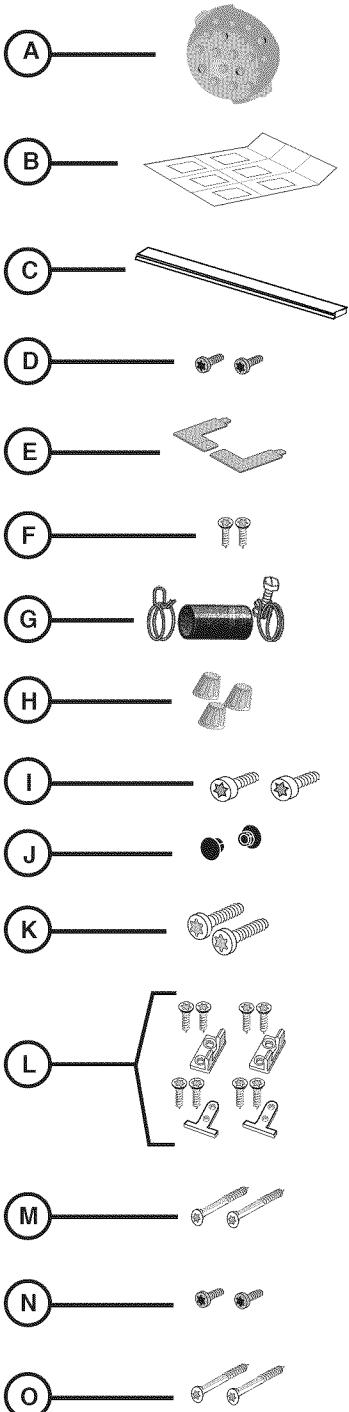

Figure 1/Illus. 1
Accessory Parts for your dishwasher will come in one or more plastic bags. Check to make sure that the parts shown in Figure 1 are included with your model (NOTE: Illustrations are not to scale). If any parts are missing, contact your dealer immediately.
- Extra Tall Item Sprinkler (Figure 1, letter A)
SHI and SHV models also have SHI/SHV Panel Installation Template Sheet (Figure 1, letter B).
SHY66 and SHX56 models also have a Cotton Insulation Strip (Figure 1, letter C).
Les pièces pour le lave-vaisselle sont dans un ou plusieurs sacs en plastique. S'assurer que toutes les pièces illustrées à la figure 1 sont comprises avec le modèle.
- Bras gicleur pour grands articles (Figure 1, lettre A)
Modèles SHI et SHV ont aussi un gabarit pour installation de panneau SHI/SHV (Figure 1, lettre B).
Modèles SHY66 et SHX56 ont aussi une bande d'isolation en coton (Figure 1, lettre C).
Los Accesorios para su lavadora se empacaron en una o más bolsas de plástico. Revise que se incluyeron con su modelo todas las piezas que se muestran en la Ilustración 1 (NOTA: Los gráficos se muestran fuera de proporción). Si faltan piezas, comuníquese al respecto inmediatamente con el vendedor.
- Una Boquilla Regadera para Piezas Extra Altas (Ilustración 1, artículo A)
Los modelos SHI y SHV también incluyen una Hoja Patrón para la Instalación del Panel (Ilustración 1, artículo B).
Los modelos SHY66 y SHX56 también incluyen una Tira Aislante de Algodón (Ilustración 1, artículo C).